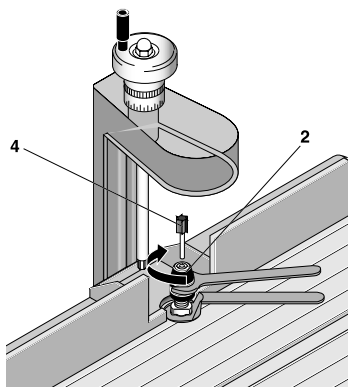

Fig. 3b
3. Passenden Profilierer 4 einsetzen (Fig 3b).
4. Überwurfmutter festziehen, wie in Fig 3b gezeigt.
1. Wie in Fig 3b gezeigt, die Überwurfmutter lösen, aber nicht herausdrehen.